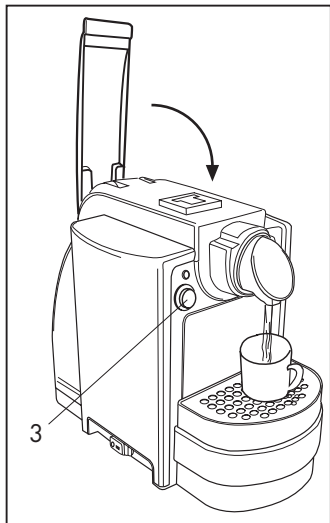

Fig. 10
- Refermer complètement le levier et enfoncer la touche (3) jusqu'à ce qu'on ait obtenu la quantité d'eau chaude désirée, enfoncer de nouveau la touche (3) pour arrêter le flux d'eau (Fig. 10).
- Pour la préparation d'un autre café, thé, répéter tout le processus avec une capsule neuve. Pour préparer un café-tasse, enfoncer la touche (3) après avoir préparé le café expresso et ajouter la quantité d'eau chaude désirée.
- Pour extraire complètement la capsule, lever lentement la manette (1). Si la capsule n'est pas expulsée, répéter l'opération ou enfoncer la touche de débit (3) et simultanément lever le levier (1).
- Refermer complètement le levier et enfoncer la touche (3) jusqu'à ce qu'on ait obtenu la quantité d'eau chaude désirée, enfoncer de nouveau la touche (3) pour arrêter le flux d'eau **(Fig. 10 page 45)**.